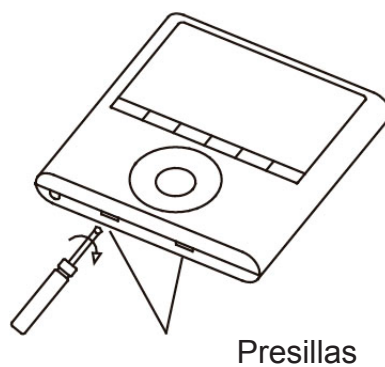

Fig 3-2
- Inserte un destornillador en las presillas de la parte inferior del mando (2 presillas), y quite la cubierta trasera del control por cable. (Fig.3-2)